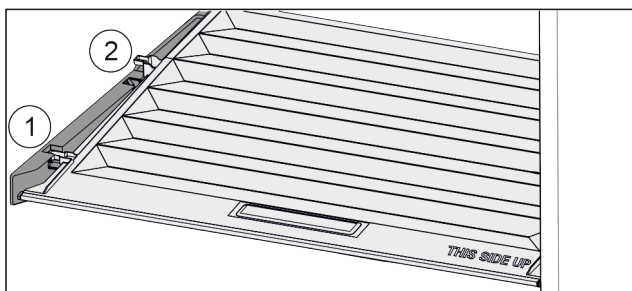

Fig. 51
- ▶ Pokrov povlecite naprej Fig. 51 (1) do odprtine v držalnih delih.
- ▶ Zadaj ga od spodaj dvignite in odstranite Fig. 51 (2) navzgor.